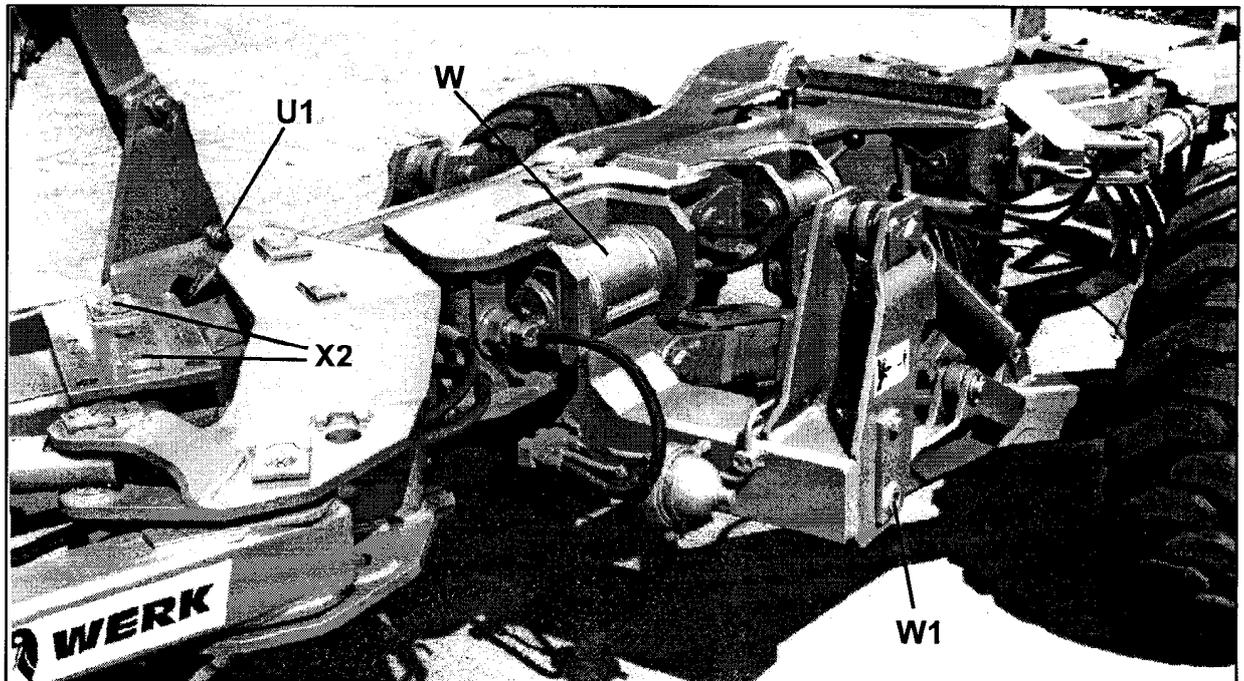

Fig.19
**täglich:** Karrenlagerungen **W+W1** (Fig.19), Aushub- und Drehzylinderlagerungen, Kreuzgelenk/Dreipunkturm, Lagerungen am Rahmengelenk – und der Steinsicherungen bei sehr steinigem Boden (Avant, Vari-Avant).
rungen (**X2**, Fig.19 – Variant, Vari-Avant).